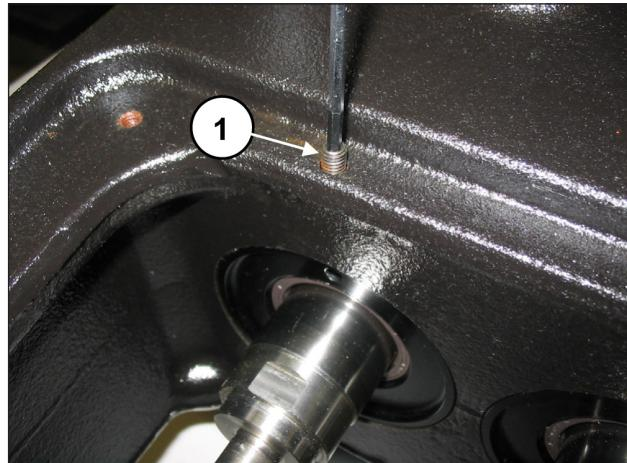

Abb. 2
Entfernen Sie die drei Spritzschutz-Distanzringe und die Spritzschutzringe lt. Abschn. 2.2.3 (Abb. 143 und Abb. 144). Lösen Sie die Stiftschrauben M6 der drei Ölabbreifring-Deckel (Pos. ①, Abb. 2).